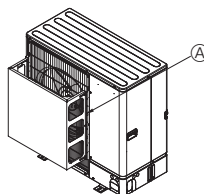

Fig. 2-5
- ② U míst, kde může silný vítr (tajfun atp.) vstupovat přímo do výstupu vzduchu, namontujte volitelné vedení vzduchu. (Fig. 2-5)